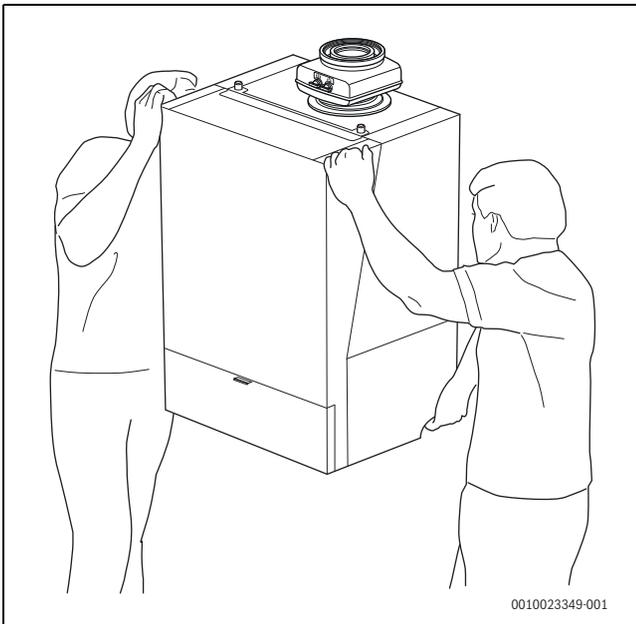

Bild 10 Ordnungsgemäßes Heben und Tragen des Geräts
- ▶ Gerät nur an den Seiten anfassen und nicht am Bedienfeld oder am Abgasrohranschluss (→ afb. 10).